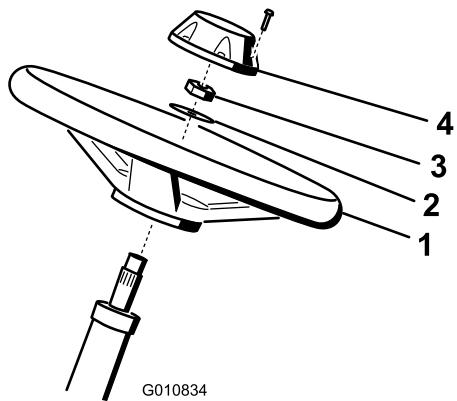

図 5
- ハンドルをステアリング シャフトにはめ込む（図 5）。
- ワッシャをステアリング・シャフトにはめ込む（図 5）。
- ジャムナットでハンドルを固定し、2.8～3.6 kg.mにトルク締めする（図 5）。
- キャップを取り付け、ねじで固定する（図 5）。